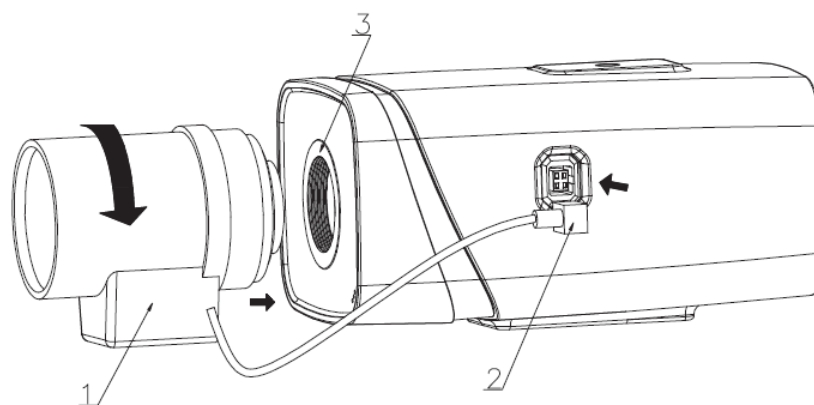

Рисунок 5.2 – Установка объектива на камеру
5.1.2 Поверните объектив по часовой стрелке для надежного закрепления (рис.5.2).
5.1.3 Вставьте разъем кабеля объектива в разъем АРД (автоматическая регулировка диафрагмы) на боковой панели устройства (рис. 5.2 и 5.3).